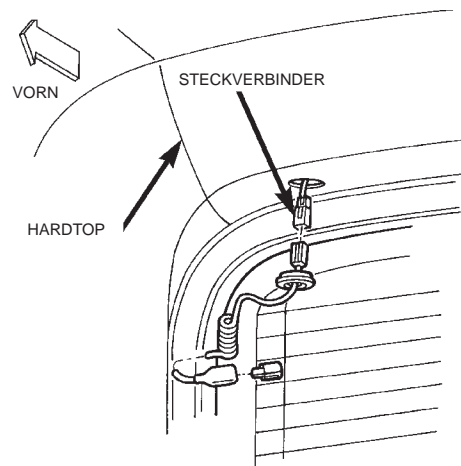

Abb. 75 Steckverbinder/heizbare Heckscheibe
- (1) Je nach Ausstattung, die Kabelbaum-Steckverbinder der heizbaren Heckscheibe abklemmen (Abb. 75).
- (2) Je nach Ausstattung die Kabelbaum-Steckverbinder des Wischermotors abklemmen.